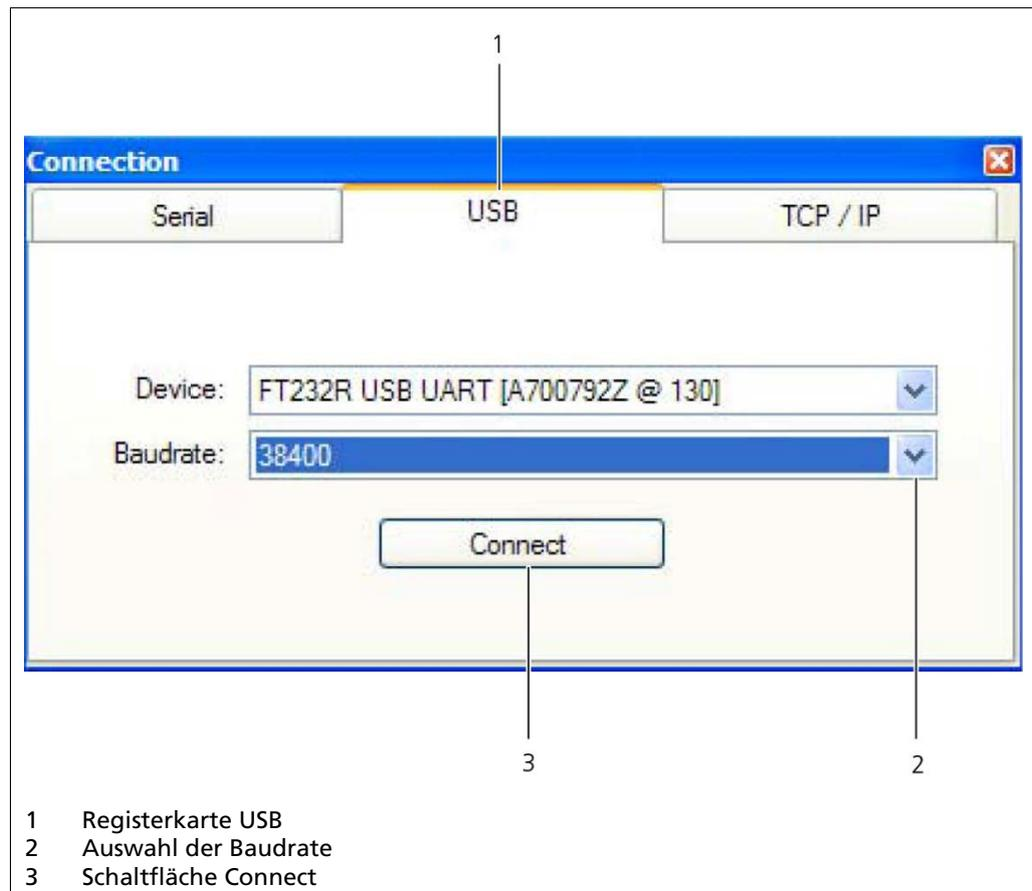

Abb. 10 Verbindungsfenster, Software „LB 67xx PC control“
1. Klicken Sie auf die Registerkarte <USB> (Abb. 10, Pos. 1).
2. Wählen Sie in der Auswahlliste (Abb. 10, Pos. 2) eine Baudrate von 38400 aus.
3. Klicken Sie auf <Connect> (Abb. 10, Pos. 3).